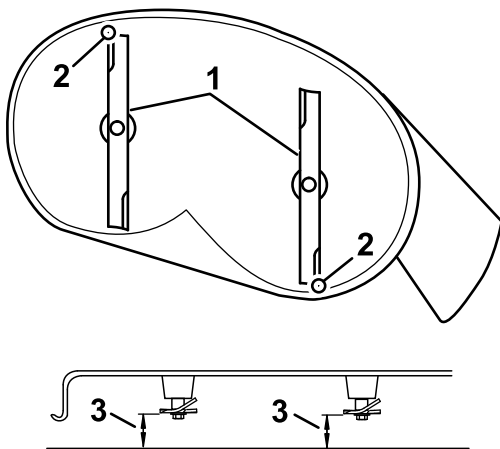

Figura 66
4. Gire cuidadosamente las cuchillas colocándolas en el sentido de avance de la máquina (Figura 66).
5. Mida entre la punta de la cuchilla delantera y la superficie plana y entre la punta de la cuchilla trasera y la superficie plana (Figura 66).